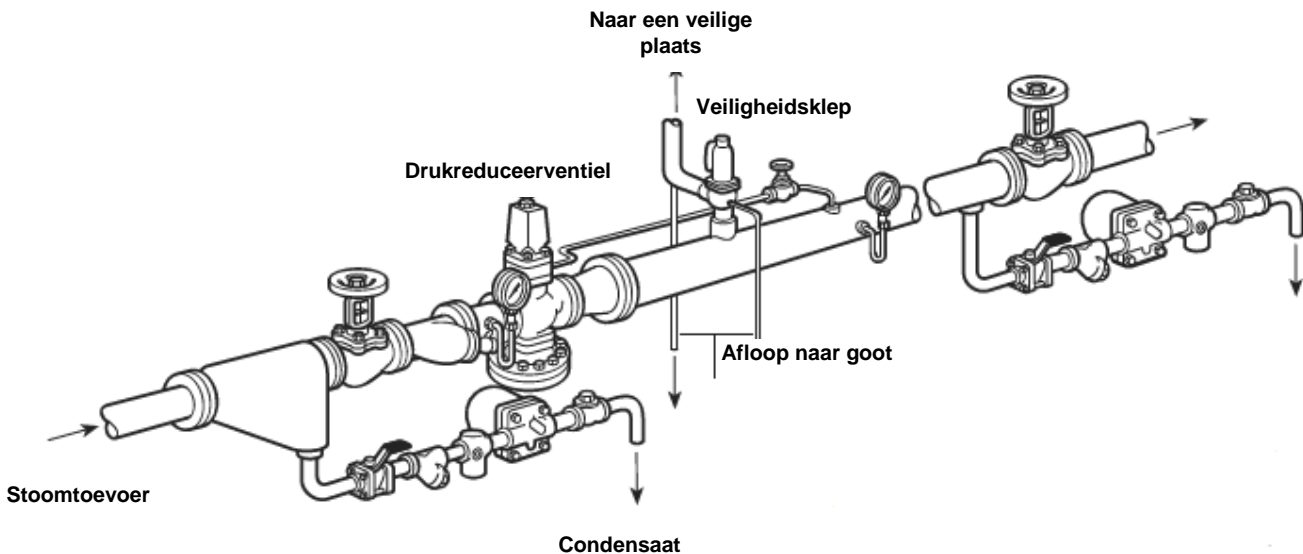

Fig.1 Typische opstelling van een veiligheidsklep, na een drukreducerendventiel.
1. Verifieer of de veiligheidsklep correct gemonteerd is. (Zie Fig.1).